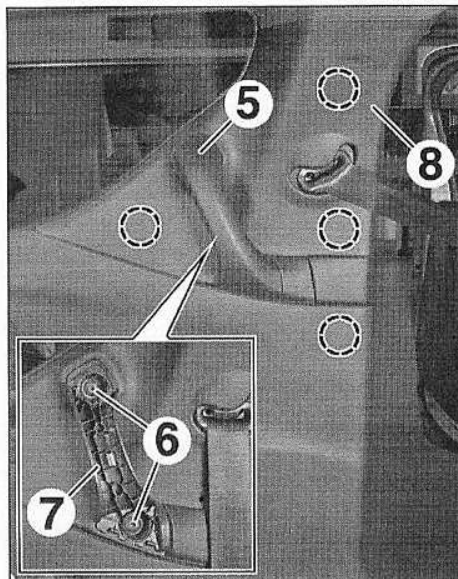

FIG.27
- l'enjoliveur de poignée (5) (Fig.27).
- les vis (6),
- la poignée (7).
- Dégrafer et déposer la garniture supérieure de pied milieu (8).